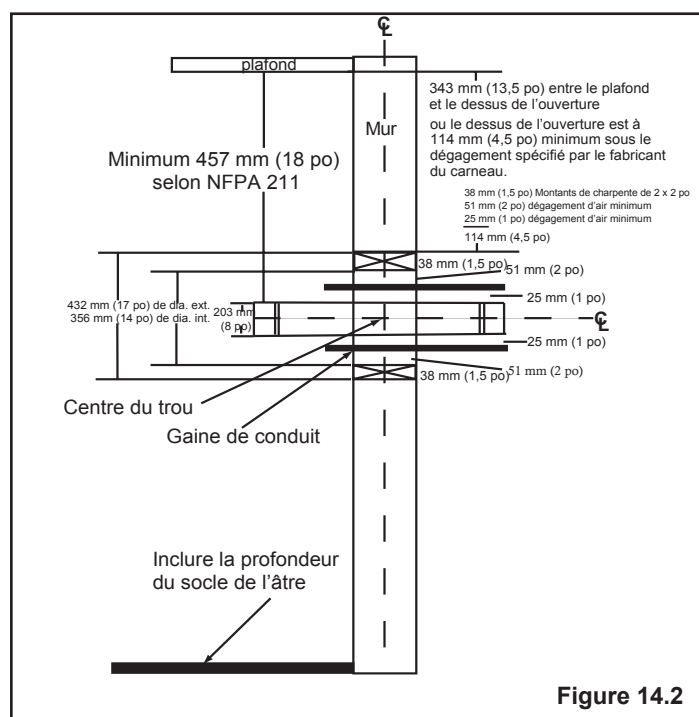

Figure 14.2
- L'ouverture en haut du mur doit être à au moins 343 mm (13 1/2 po) du plafond ou à 114 mm (4 1/2 po) au-dessus du dégagement minimum spécifié par le fabricant du carneau. Le dégagement vertical minimum selon NFPA 211 est de 457 mm (18 po) depuis le carneau et le plafond ou égal à la valeur minimale recommandée par le fabricant du carneau. **Figure 14.2**
3. Construisez un cadre de 432 mm x 432 mm (17 x 17 po) (dimensions extérieures) pour l'ouverture du mur en utilisant du bois de charpente de 5 x 5 cm (2 x 2 po). L'intérieur de ce cadre doit avoir une ouverture de 356 x 356 mm (14 x 14 po) minimum. **Figure 14.2**